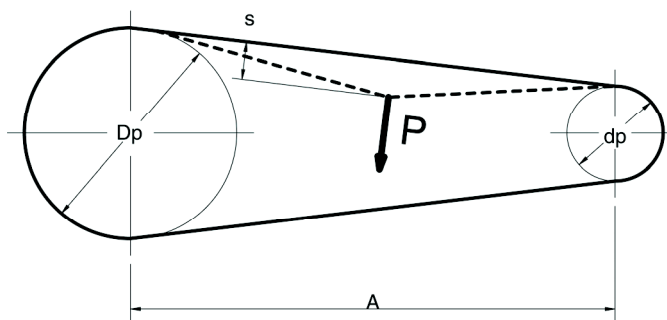

Рис. 26 Прогиб клиновидного ремня
1. Измерить расстояние между осями дисков (размер А рис.26).
2. Измерить силу Р, необходимую, чтобы прогнуть ремень на $S=16$ мм на каждый погонный метр расстояния между осями, приблизительно посередине расстояния между осями (рис.26).
Новые ремни следует натянуть таким образом, чтобы требуемая сила P (рис. 26) как можно больше совпадала со значением P , указанным в таблице 16.